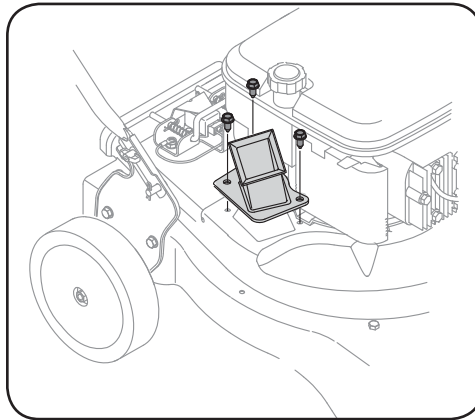

Figure 4-7
- Retirez les trois vis qui fixent la trémie d'alimentation au boîtier supérieur. Voir Figure 4-7.